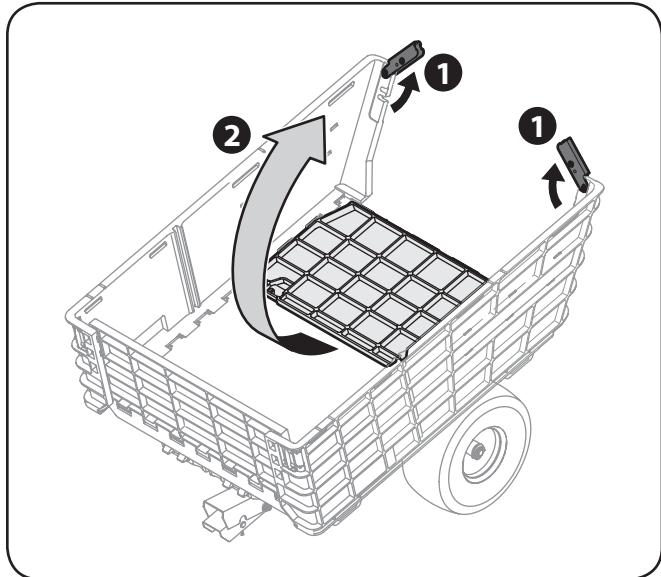

Figure 3-7
10. Soulevez les loques de verrouillage du hayon, puis relevez le hayon pour le placer en position verticale. Voir Figure 3-7.